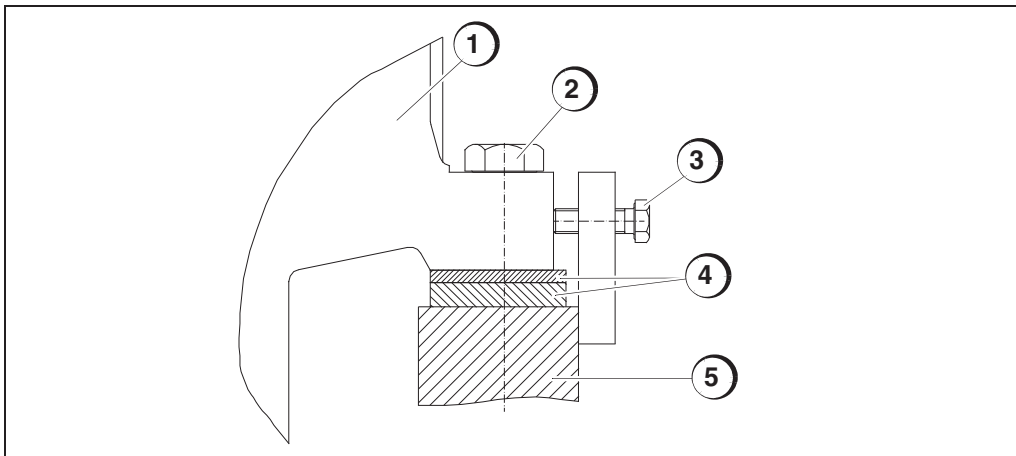

Figura 5-13:
1. Rinforzare l'involucro del giunto su tutte le viti di fissaggio con lamiera d'imbottitura. Accertarsi che tutte le lamiere sostengano in modo uniforme (ved. Figura 5-13 "Fissaggio alle fondazioni" a pagina 51).
Se dopo un lungo periodo di funzionamento la macchina viene riorientata, spostare il Turbogeneratore a velocità variabile sulle lamiere d'imbottitura. In caso di viti di fissaggio applicate al centro, queste devono avere un gioco sufficiente nei fori (ved. Figura 5-13 "Fissaggio alle fondazioni" a pagina 51).